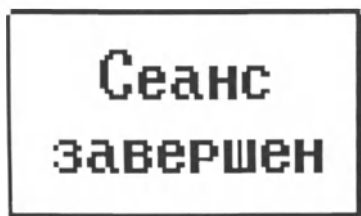

Рис. 20. завершение сеанса
12. Когда таймер досчитает до нуля, стимуляция завершится. На экране отобразится сообщение (рис. 20).